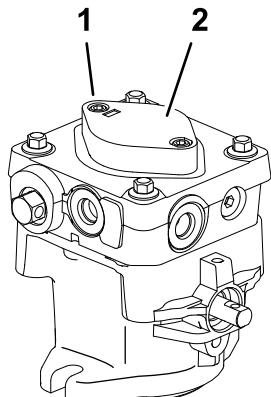

Figure 52
7. Pour amorcer la pompe de charge, desserrez deux vis à six pans à tête creuse (Figure 52) de seulement un tour